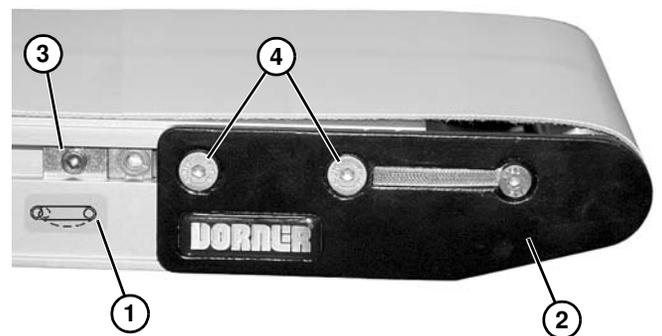

Figura 29
4. En el extremo tensor del transportador, identificado con  una etiqueta (**Figura 29, artículo 1**), empuje e inserte el conjunto de la placa del cabezal (**Figura 29, artículo 2**):
- a. En ambos lados del transportador, afloje y aleje los conjuntos de seguimiento de leva (**Figura 29, artículo 3**) (si se dispone de ellos) de las placas del cabezal.
- b. Afloje los tornillos de sujeción (**Figura 29, artículo 4**) y empuje hacia dentro el conjunto de la placa del cabezal.